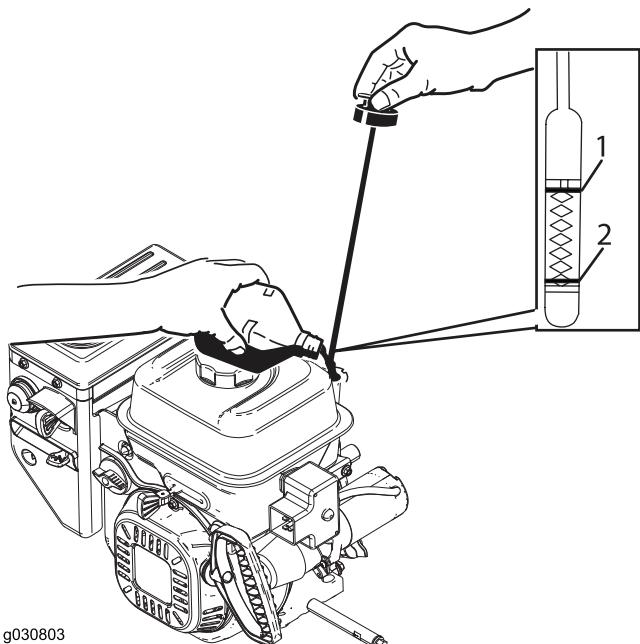

Figure 34
2. Ressortez la jauge et contrôlez le niveau d'huile (Figure 34). Faites l'appoint si le niveau est en dessous du repère « Add » sur la jauge. Voir Vidange de l'huile moteur \(page 22\).